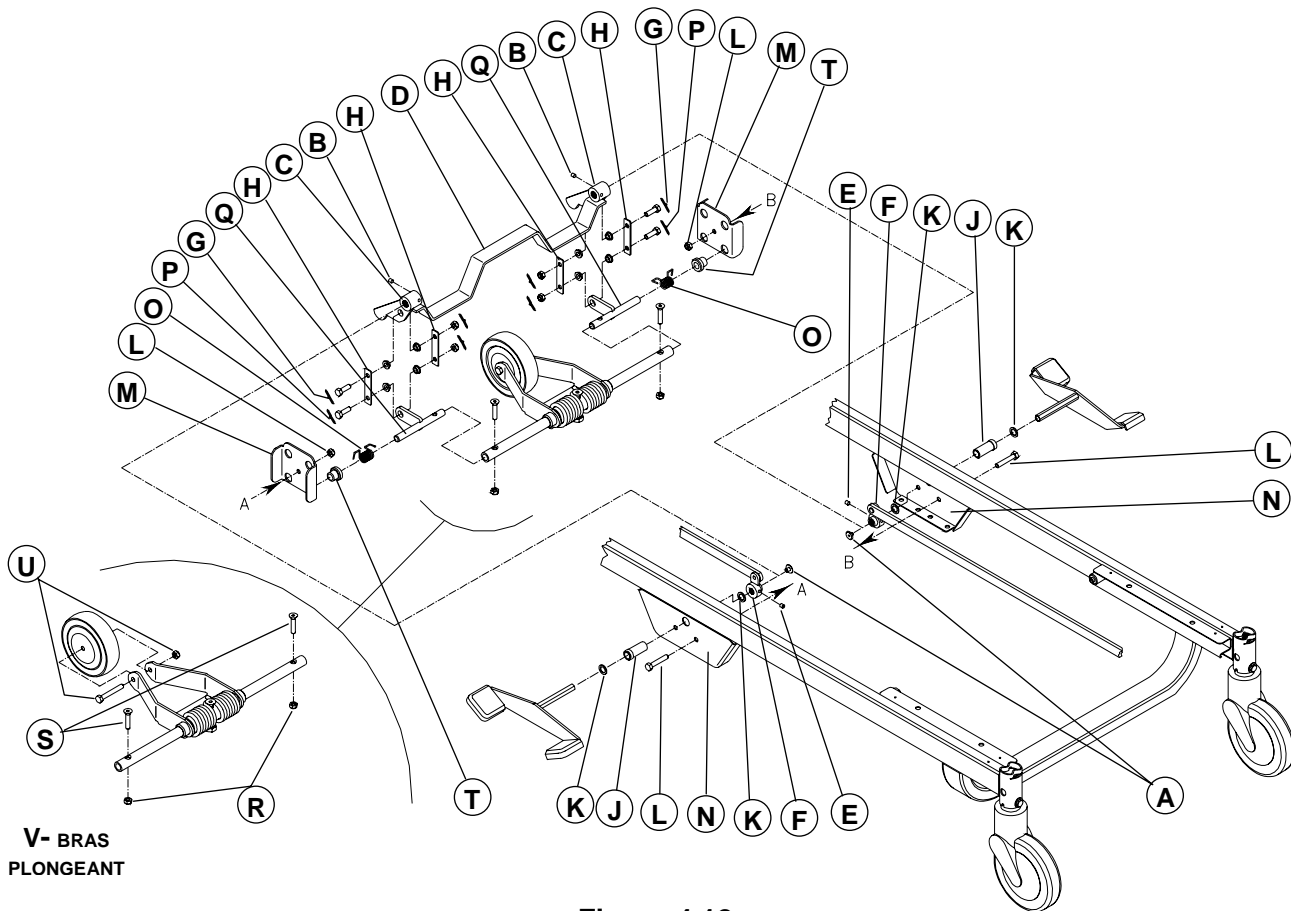

Figure 4.12
À moins d'indications contraires, toutes les références contenues dans les procédures de la section 4.12 référeront à la fig. 4.12 ci-dessus.
**LEVIER D'ACTIVATION (D, fig. 4.12)**
**ENSEMBLE DU BRAS PLONGEANT (V, fig. 4.12)****REMARQUE**